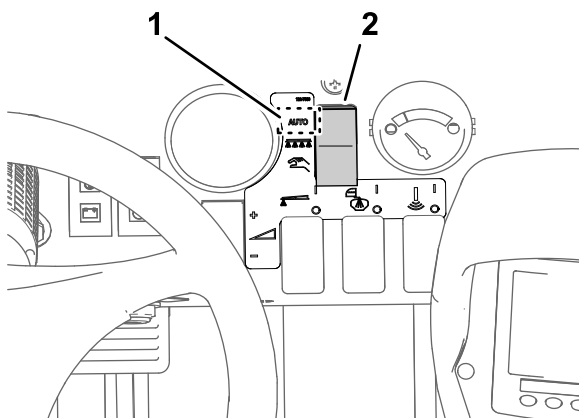

Figura 29
3. Impostate il pulsante della modalità di irrorazione sulla modalità con volume di applicazione (Figura 29).